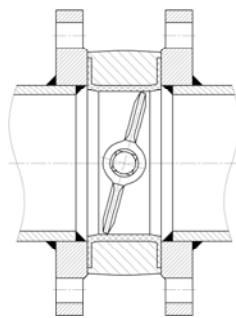
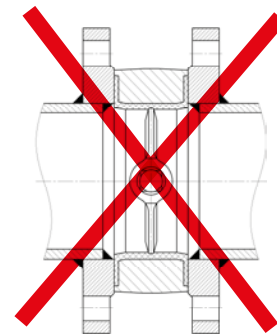

Рис. 2
Рис. 3
3. Перед монтажом проверить, чтобы диск затвора был повернут от закрытого положения на  $10^\circ - 15^\circ$  (рис.2). Установка затвора при закрытом положении диска приводит к значительным напряжениям в резиновом вкладыше, что в свою очередь увеличивает крутящий момент, необходимый для открытия затвора, и уменьшает срок службы резинового вкладыша. (Рис. 3)